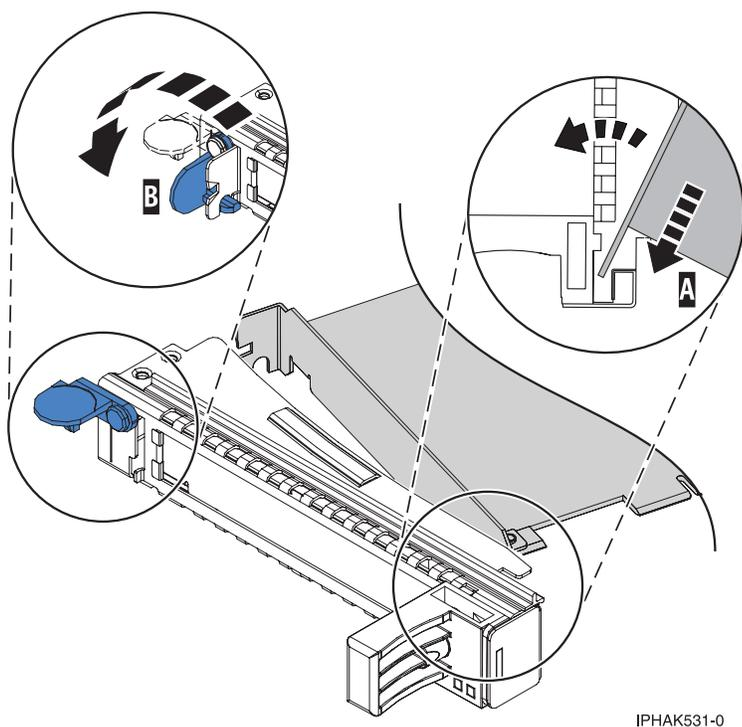

Figure 28. Retrait de la carte de la cassette de cartes PCI simple largeur
- a. Placez le levier de blocage de la contre-poupée en position ouverte, insérez fermement la carte dans le bloc de retenue (A). Pour plus d'informations, voir figure 28, à la page 34.
c. Fermez le levier de blocage de contre-poupée (B). Pour plus d'informations, voir la figure 28.